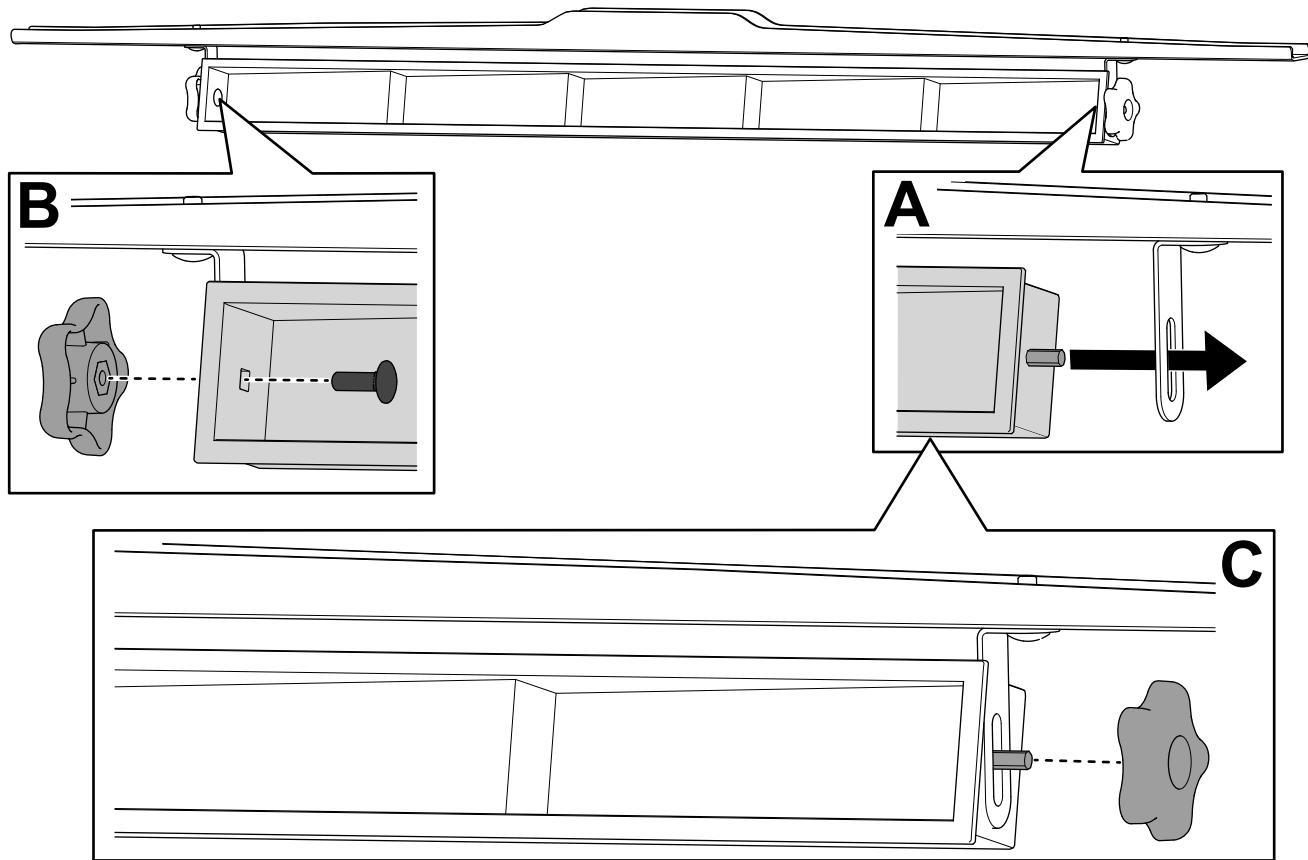

图 6
1. 将镜子滑到镜子托架上图 6 中的 A。
2. 用托架螺栓 $1/4 \times 3/4$ 英寸和手柄旋钮将广角镜的左侧固定到镜子托架上图 6 中的 B。
3. 用手柄旋钮将广角镜的右侧固定至广角镜上图 6 中的 C。